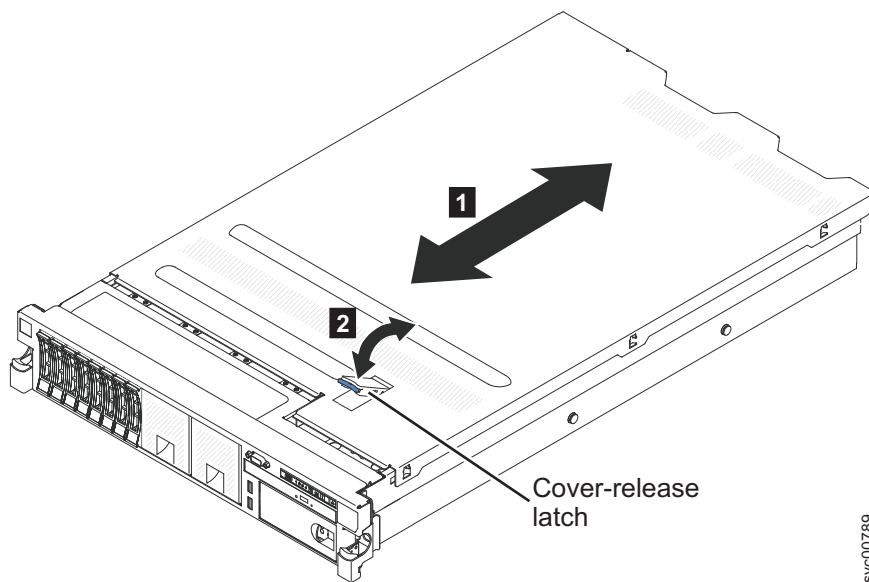

Figura 53. Removendo a 2145-DH8
5. Deslize a tampa em direção à parte frontal do nó e remova, conforme mostrado em Figura 53 na página 70.